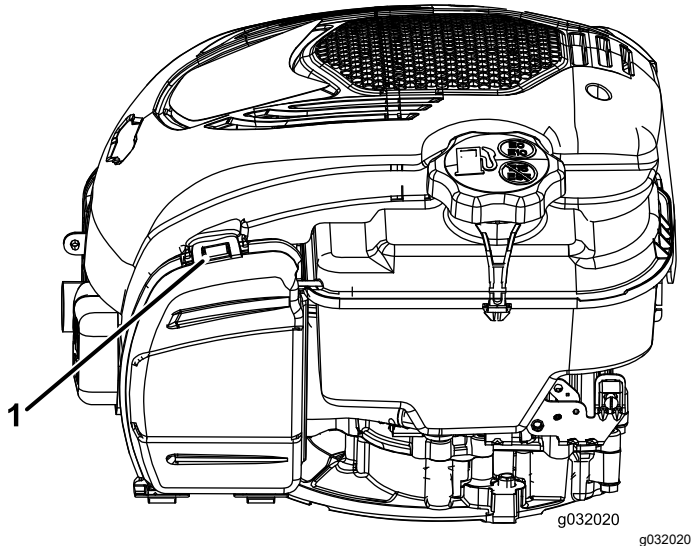

Figura 19
1. Tăgei mânerul pentru a deschide capacul filtrului de aer (Figura 19).